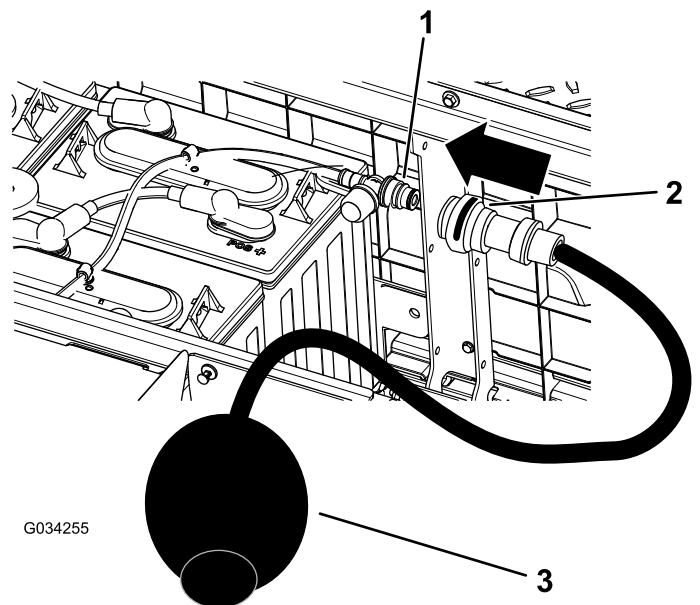

Bild 41
4. Schließen Sie die Wasserhandpumpe von Toro an den Wasserfüllanschluss an (**Bild 41**).